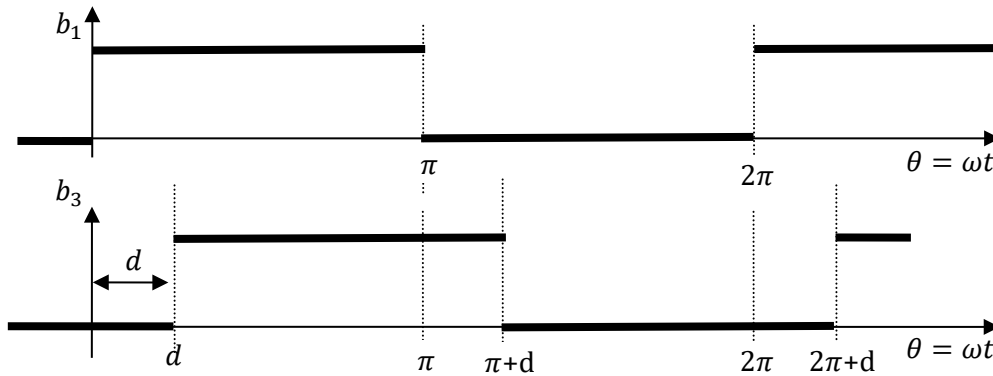

Figure 21 : Chronogrammes des bits d'état b_1 et b_3
La Figure 21 représente les chronogrammes des bits d'états b_1 et b_3 en fonction de l'angle $\theta = \omega t$. Quand le bit b_i est dans l'état haut, l'interrupteur K_i est fermé ; quand le bit b_i est dans l'état bas, l'interrupteur K_i est ouvert. L'angle d est appelé angle de décalage et permet de contrôler la forme de la tension de sortie.
- A partir des informations de la Figure 21, établir l'état de conduction des quatre interrupteurs sur les intervalles jugés pertinents, et construire graphiquement la tension de sortie $v_s(\theta)$ sur l'intervalle $[-2\pi, +2\pi]$, pour $d = \frac{\pi}{4}$.